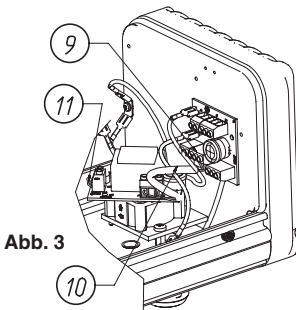

Abb. 3
- An dieser Stelle ist es möglich, das Ventilatorbündel an der vorhandenen Klemme auf der beigefügten Schaltung zu fixieren und das Belüftungsset mit dem Kabel (10) an die Trägerschaltung (9) anzuschließen (Abb. 3).